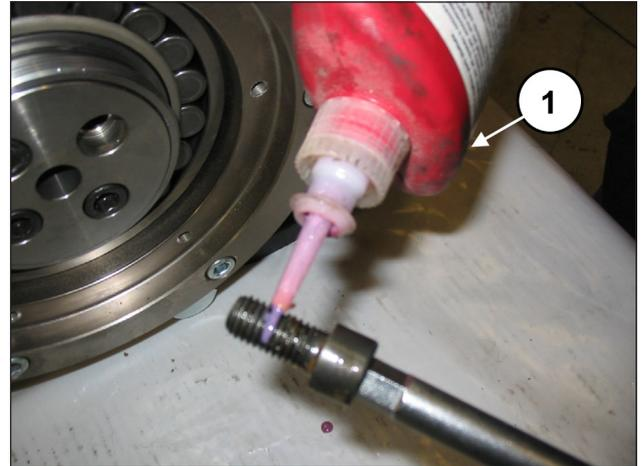

Fig. 87
**Applicare LOCTITE 243 ai filetti delle viti M12x25 (pos. ①, Fig. 87).**